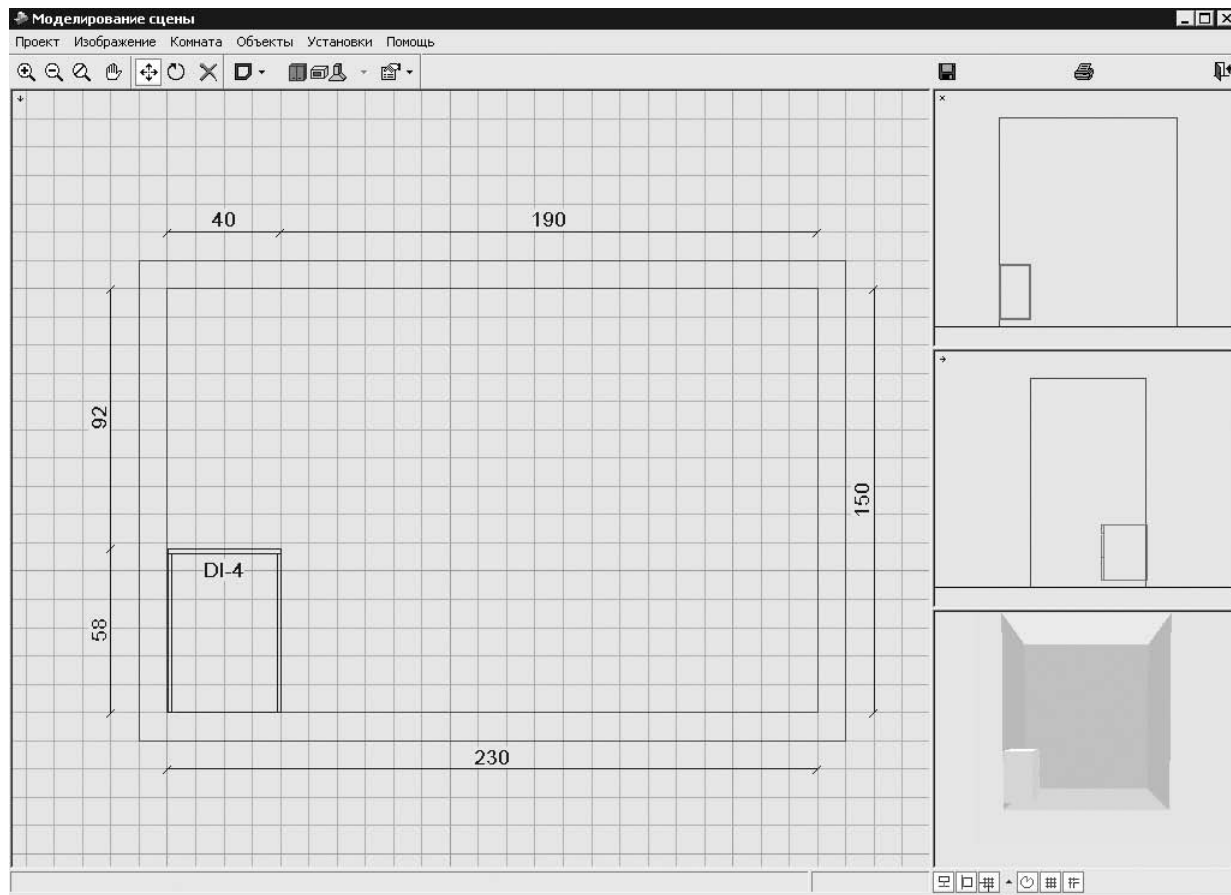

Рис. 8.7
3. Щелкнуть кнопкой мыши на месте, где нужно установить объект, — изображение выбранного объекта появится на чертеже и на проекциях в главном окне программы (рис. 8.7).